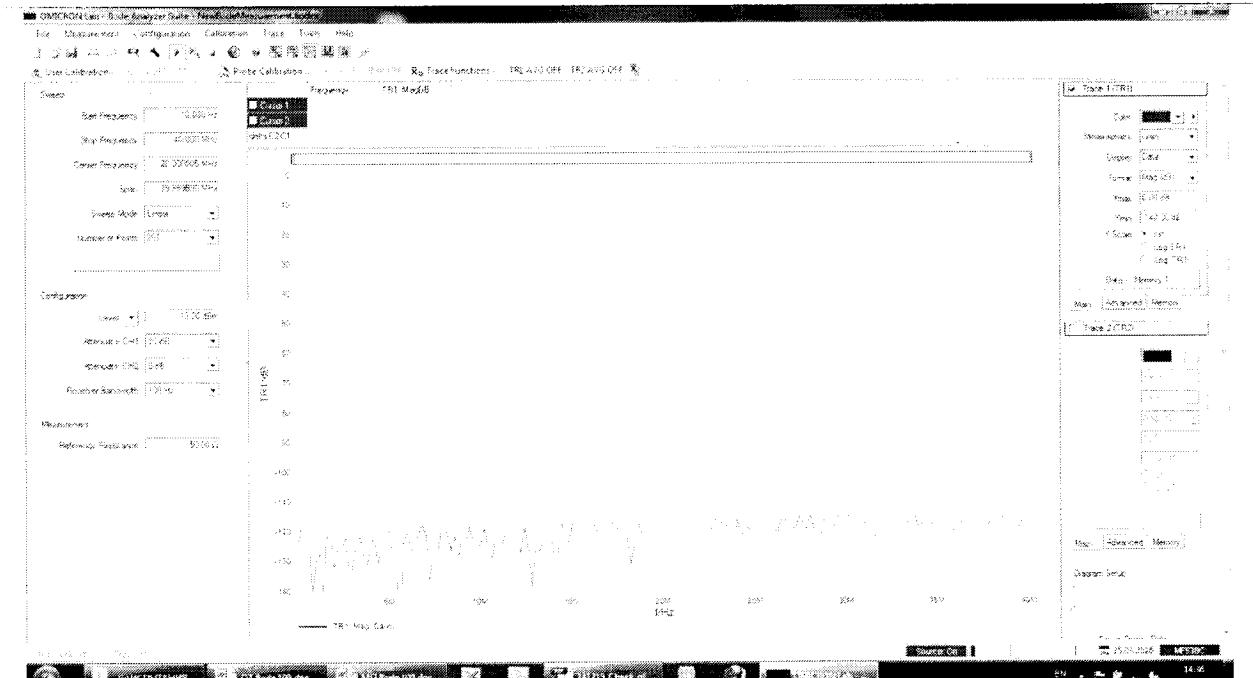

Рисунок 7.5.3
7.5.4 Проверить отображаемые на графике (рисунок 7.5.3) значения модуля коэффициента передачи (Mag/Gain), они должны быть не более минус 100 dB.